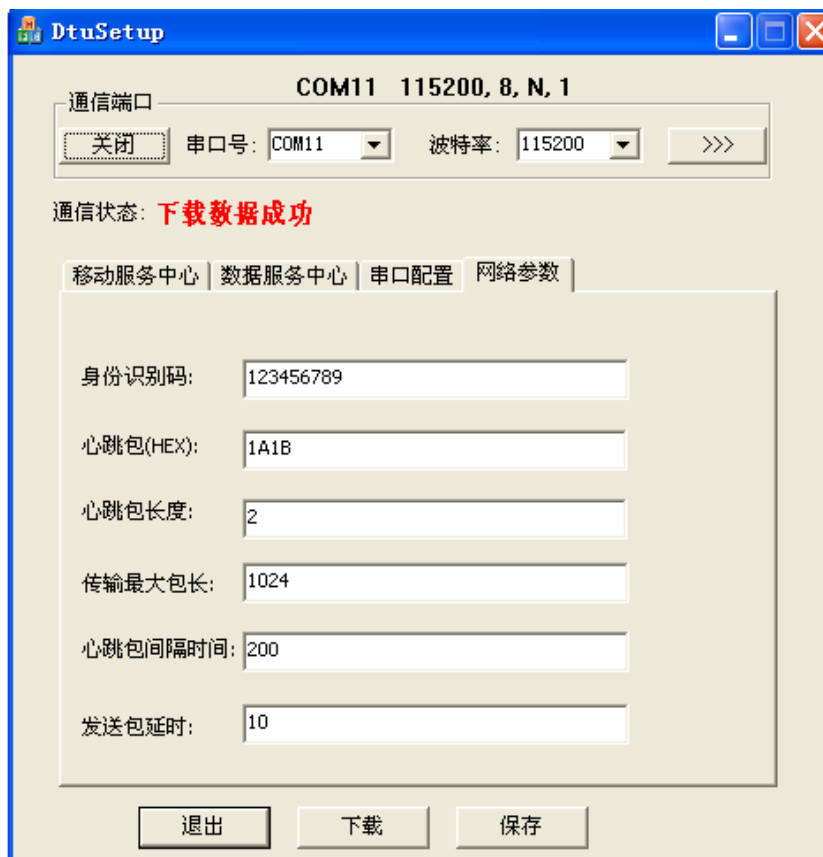

图 31 网络参数配置
5) 网络参数配置 如下图 31 所示为网络参数配置界面，在空栏中直接修改或填写即可。